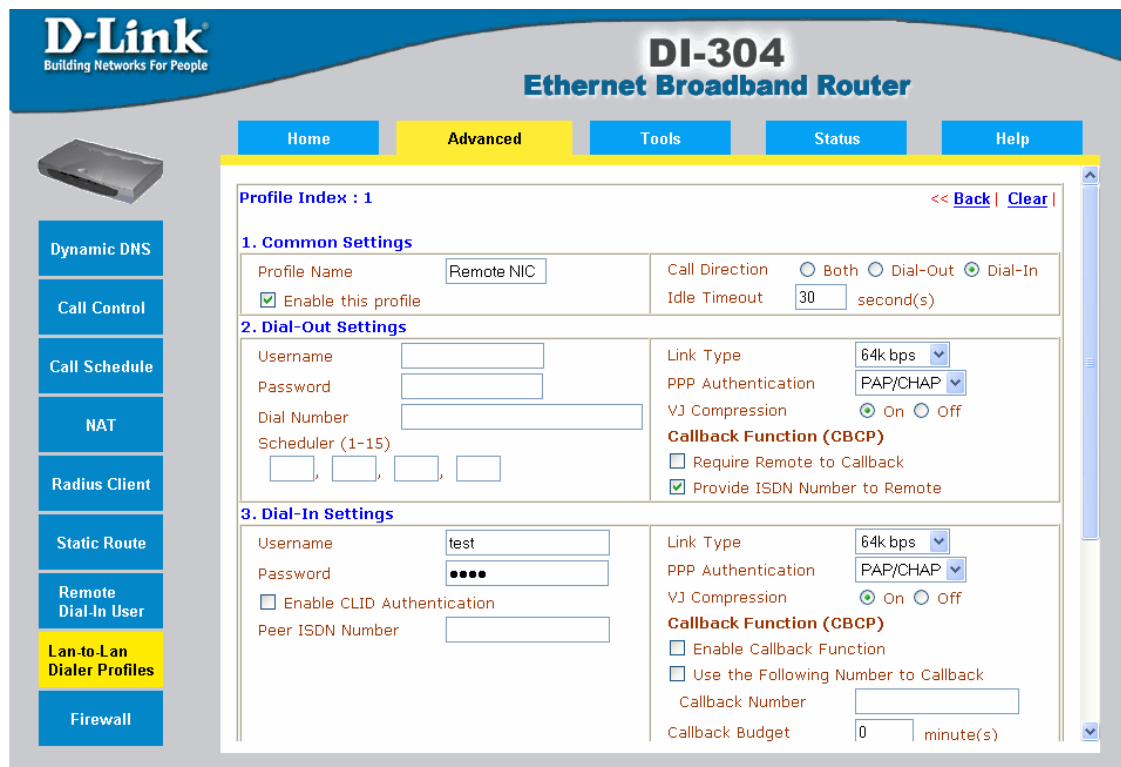

Abbildung 32: LAN-to-LAN Einstellung des zweiten ISDN Routers
- Benutzernamen und Passwort müssen mit den Einstellungen im lokalen LAN-to-LAN Profile übereinstimmen. (Abbildung 32).